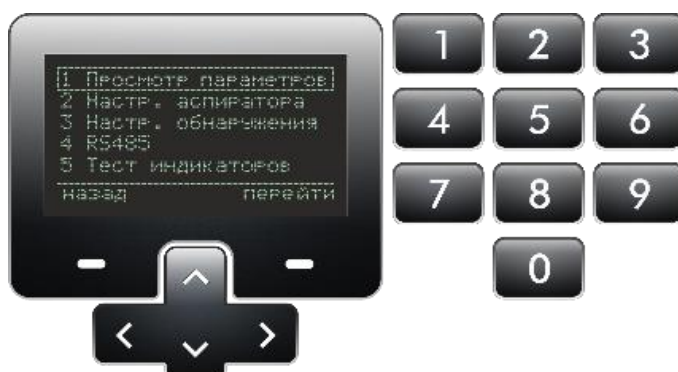

Рисунок 1 - Органы управления
5.1 Управление работой извещателя и настройка параметров осуществляется с помощью экрана, клавиш навигации, выбора и цифровой клавиатуры (рис.1).